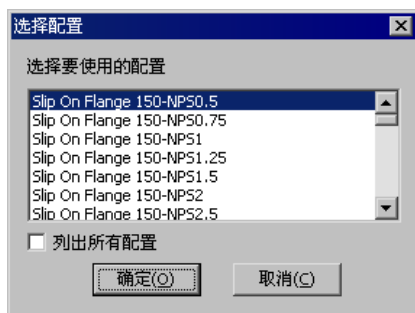

图 11.5.5 “选择配置”对话框
Step3. 选择法兰类型和配置。在系统弹出的“打开”对话框中选择 piping\flanges\slip on weld flange.sldprt 文件，单击 **打开(O)** 按钮；系统弹出“选择配置”对话框，选取图 11.5.5 所示的 Slip On Flange 150-NPS0.5 配置。